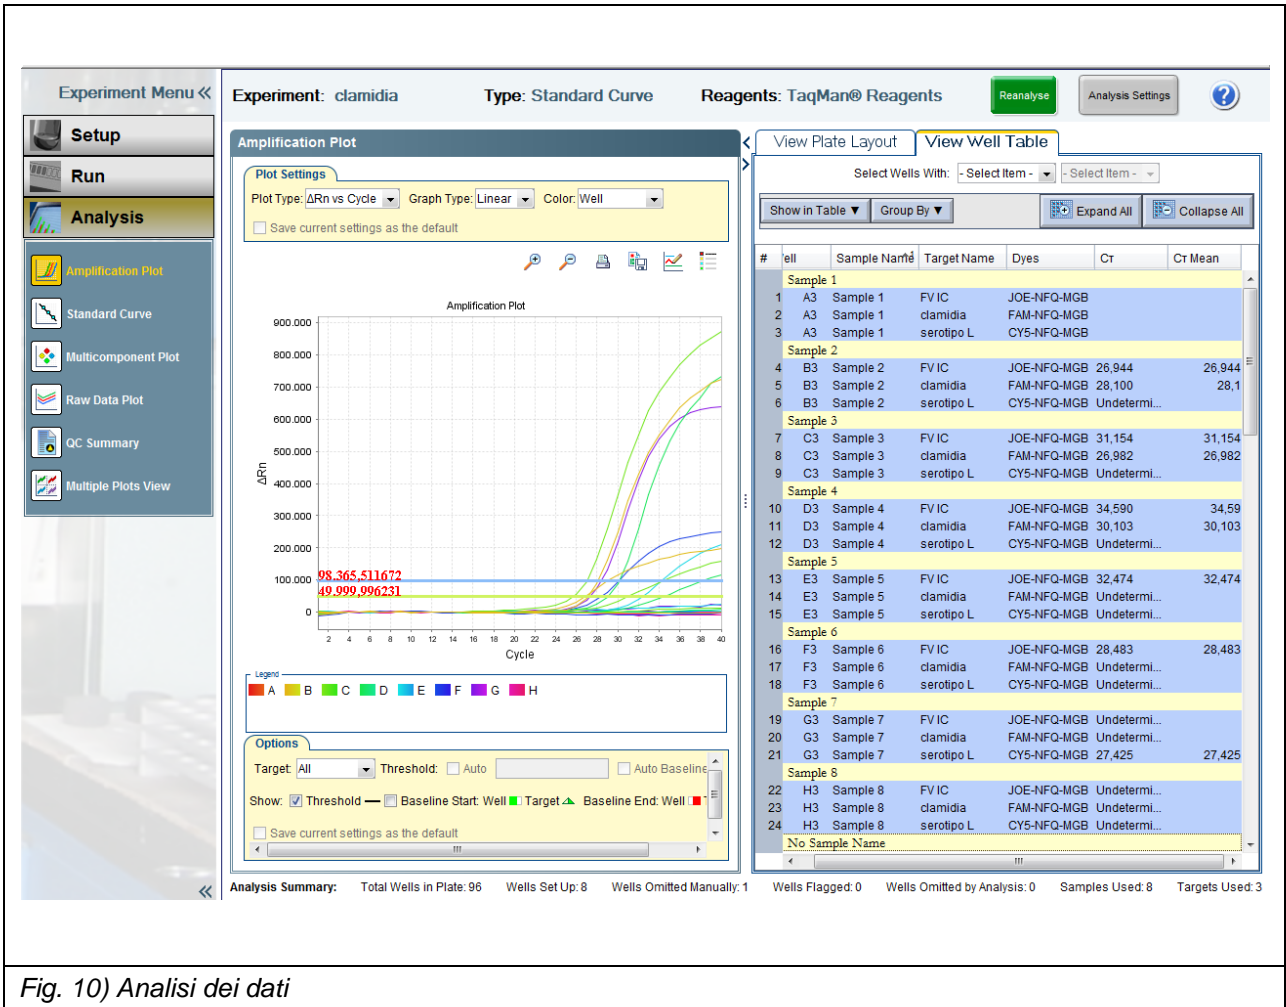

Fig. 10) Analisi dei dati
- **Analisi dei dati (fig. 10)**